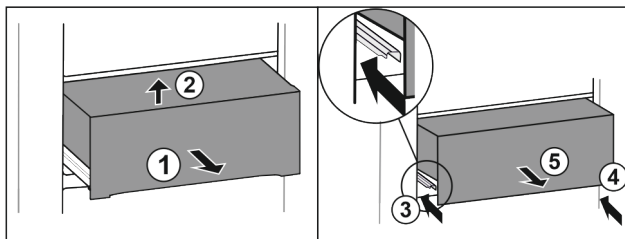

Fig. 31
- Estrarre il cassetto a metà Fig. 31 (1).
- Sollevare dal lato anteriore Fig. 31 (2).
- Inserire la guida a sinistra Fig. 31 (3).
- Inserire la guida a destra Fig. 31 (4).
- Rimuove il cassetto tirandolo in avanti Fig. 31 (5).